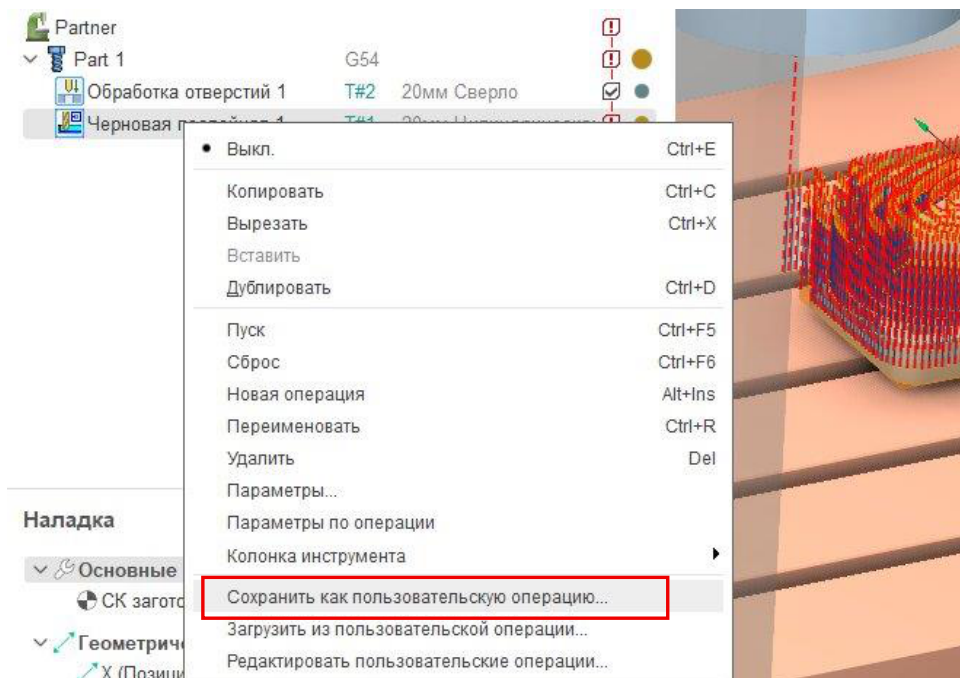
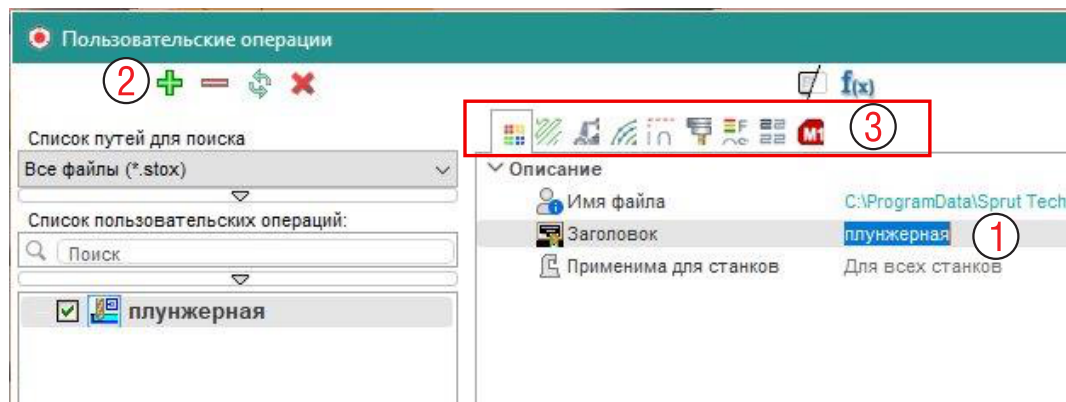

Рис. 17-19. Создание пользовательской операции.
Рис. 17-20. Диалоговое окно пользовательской операции.
Выберите операцию плунжерной обработки и из контекстного меню операции выполните Сохранить как пользовательскую операцию (рис. 17-19). Новое диалоговое окно появится (рис. 17-20), задайте в нем Заголовок – плунжерная (1) и нажмите Да.